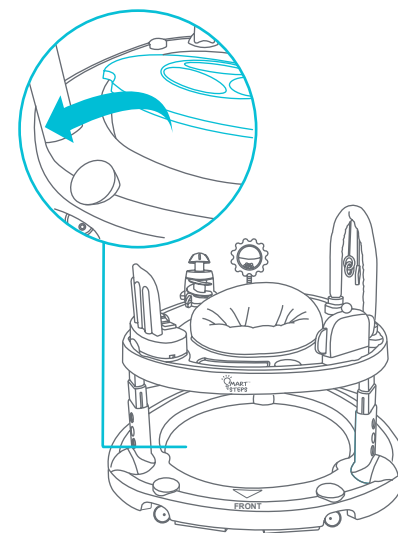

Fig. 11
- Para quitarlo, levante suavemente el andador y retire la Base para bailar en puntas de pie (Fig. 11).